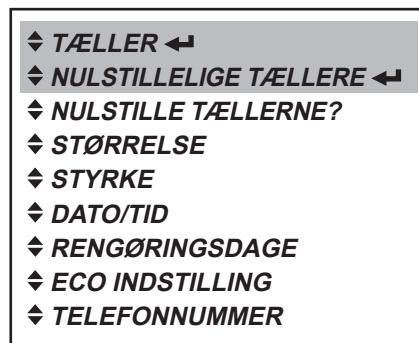

Fig. 33
- Aktivér «TÆLLER»-menuen eller «NULSTILLELIGE TÆLLERE»-menuen i operatørmodus, og tryk på enter-knappen for at åbne menuen (fig. 33).